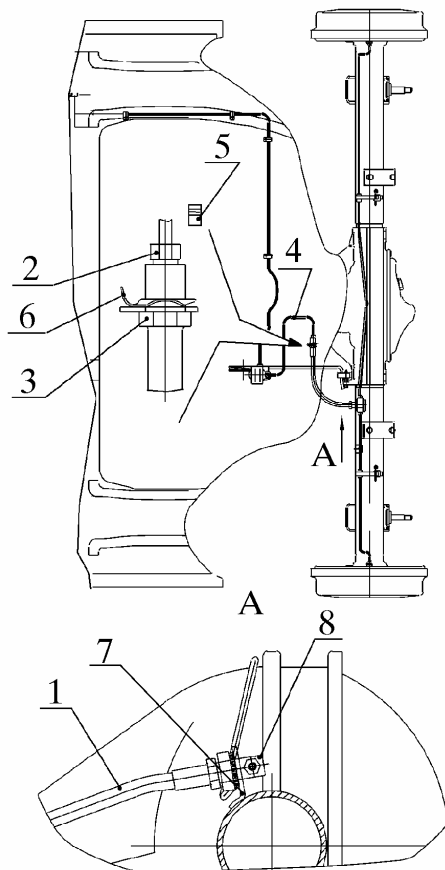

Рис. 5. Снятие тормозного шланга:
4.8. Снять шланг гибкий тормозов 1 (рис. 5) гидравлического привода задних тормозов